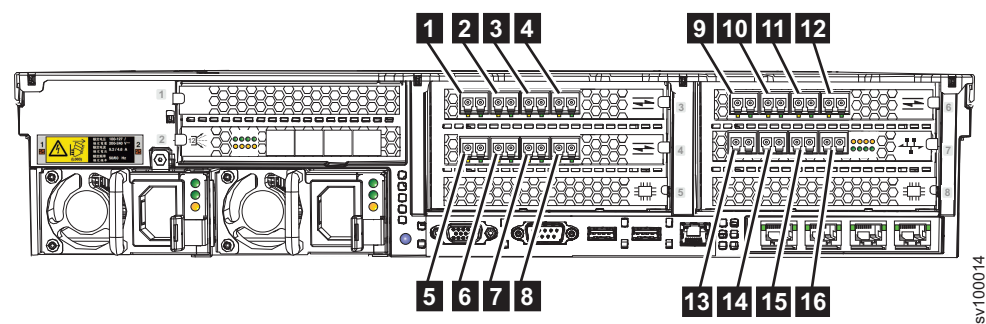

Figura 21. Números de porta Fibre Channel em uma configuração típica
O Figura 21 mostra os números de porta de Fibre Channel (FC) física quando o adaptador Ethernet ótico de 10 Gbps é configurado para Fibre Channel por comunicações Ethernet (FCoE).